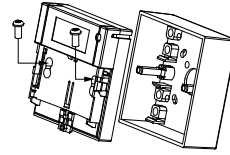

Fig. 5: Fästskruvar för front och botten
2. Skruva fast botten på väggen med de medföljande CS3 x 30 skruvarna (se fig. 5).